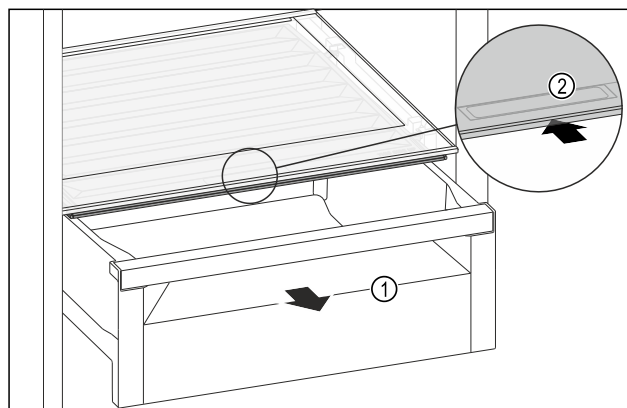

Fig. 111
- ▶ Извлеките выдвижной ящик *Fig. 111 (1)*.
- ▶ Возьмитесь за утопленную ручку *Fig. 111 (2)* на крышке отделения и одновременно введите крышку отделения назад.